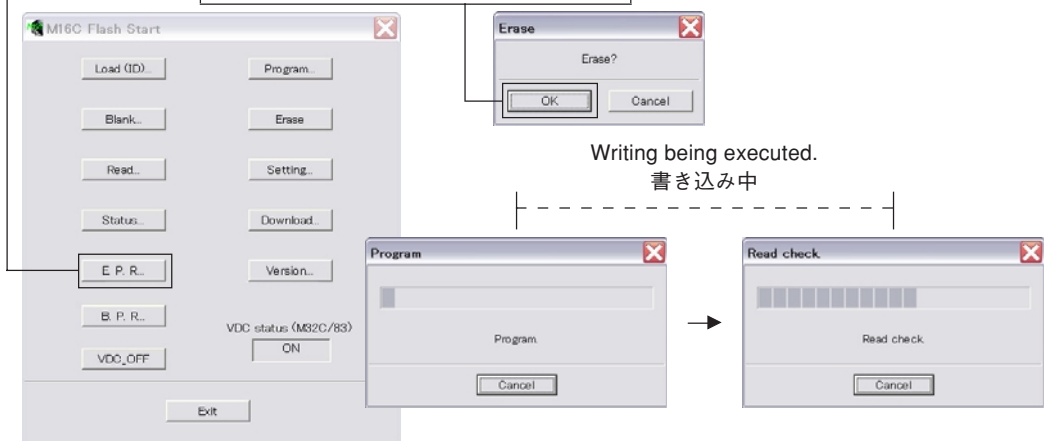

Fig. 5
8. Click [E.P.R.], the “Erase” screen is displayed. (Fig. 5)
Click [OK] and start writing. (Fig. 5)
8. [E.P.R.]をクリックすると、“Erase”が表示されます。(Fig. 5)
[OK]をクリックし、書き込みを開始します。(Fig. 5)